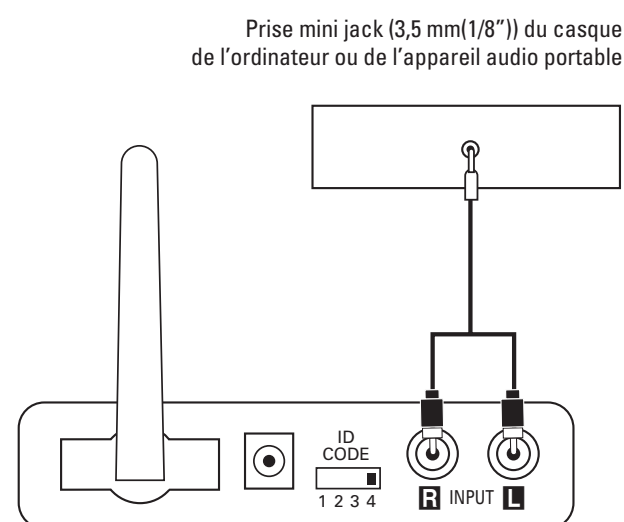

Figure 5.
Étape 1. Branchez le câble RCA – prise mini jack 3,5 mm (inclus) entre la sortie préamplifiée, la sortie ligne ou la sortie casque de votre lecteur audio portable et les entrées du module de transmission ⑭, comme indiqué sur la Figure 5.